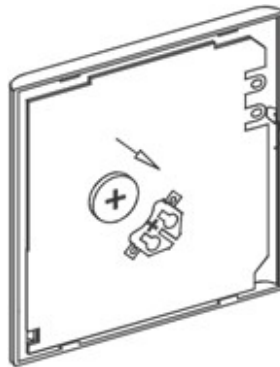

Fig 3-5
- Legen Sie die Batterie in die Platine des kabelgebundenen Steuergeräts ein und achten Sie auf die Polarität der Batterie. Der Pluspol (+) der Batterie muss mit dem Pluspol (+) des Installationsortes übereinstimmen (siehe Abb. 3-5).